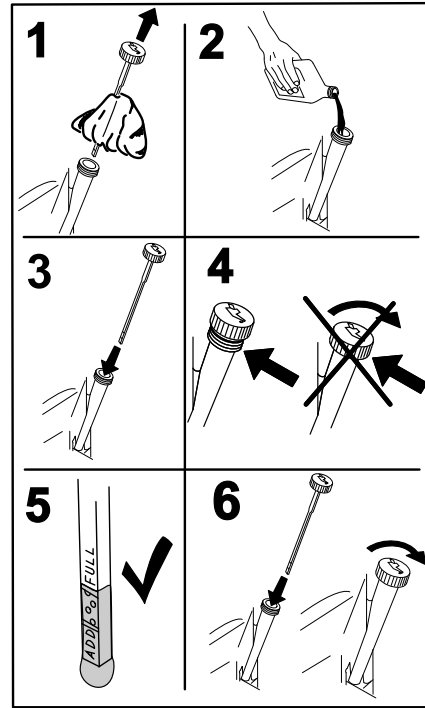

Bild 40
4. Gießen Sie langsam ungefähr 80 % der angegebenen Ölsorte in den Einfüllstutzen und füllen Sie dann vorsichtig mehr Öl ein, um den Ölstand an die **Voll**-Marke zu bringen (Bild 40).